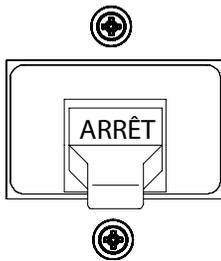

Figure 14. Disjoncteur principal (ARRÊT)
2. **NE JAMAIS** démarrer le moteur avec le disjoncteur principal en position **MARCHE**. Toujours mettre le disjoncteur (Figure 14) en position **ARRÊT** avant de démarrer.